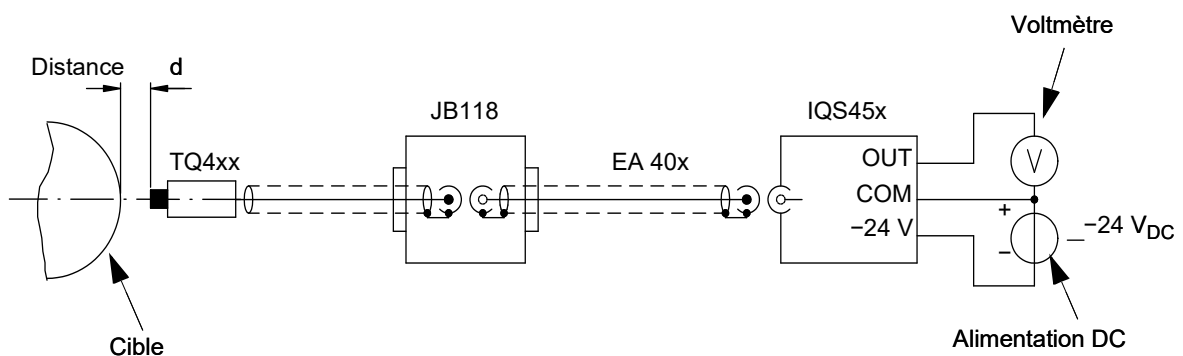

Figure 6-5 : Caractérisation à l'aide d'une technique de transmission à 3 fils
- 1- Connectez une alimentation de -24 V_{DC} entre les borniers « -24 V_{DC} » et « COM » du conditionneur de signaux IQS45x (voir la Figure 6-5).
- 2- Connectez un voltmètre entre les bornes COM et OUTPUT (voir la Figure 6-5).